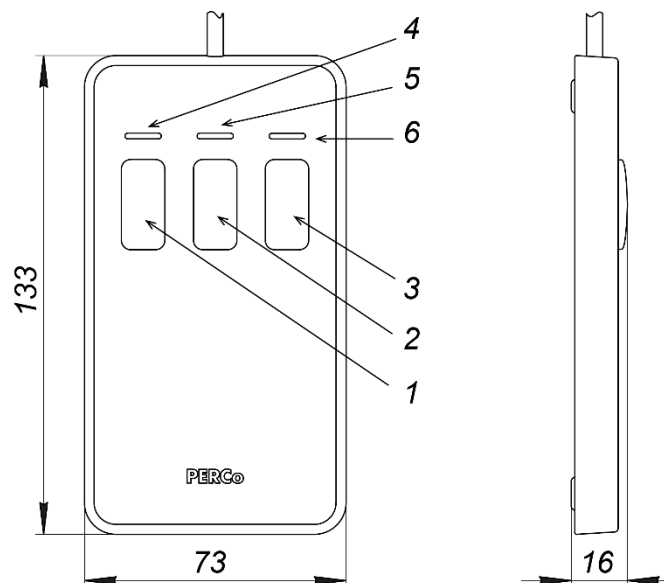

Рисунок 6. Общий вид и габаритные размеры ПДУ
ПДУ (14) выполнен в виде небольшого настольного прибора в корпусе из ударопрочного АБС пластика и предназначен для задания и индикации режимов работы при ручном управлении ЭП. Внешний вид и габаритные размеры ПДУ показаны на рис. 6.